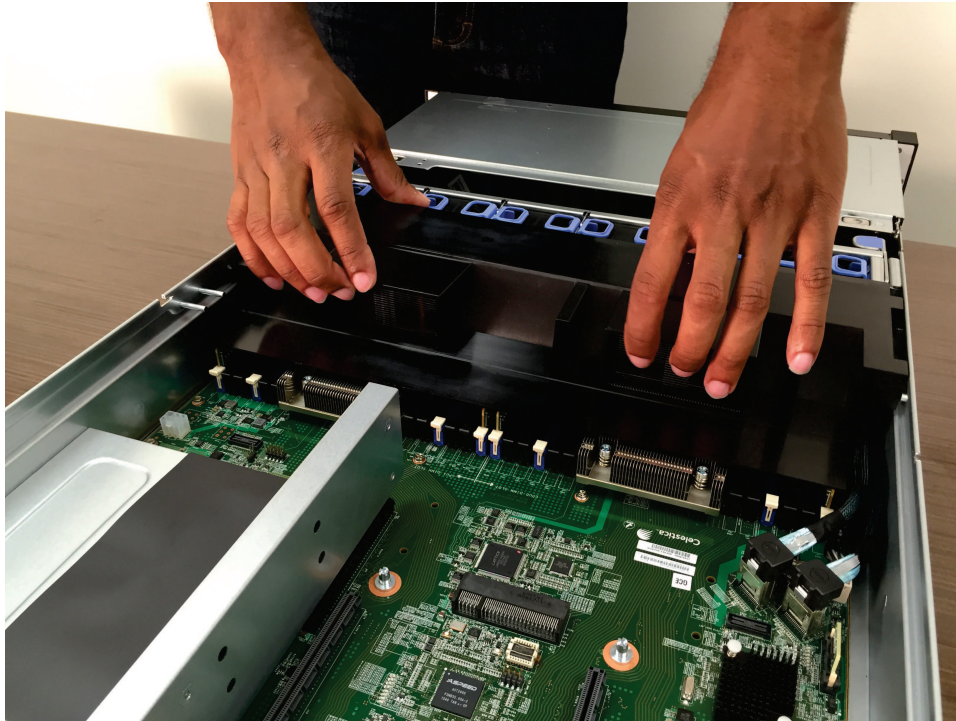

图 61. 更换空气挡板
4. 向下按压空气挡板直至其牢固就位，如第 76 页的图 61 中所示。